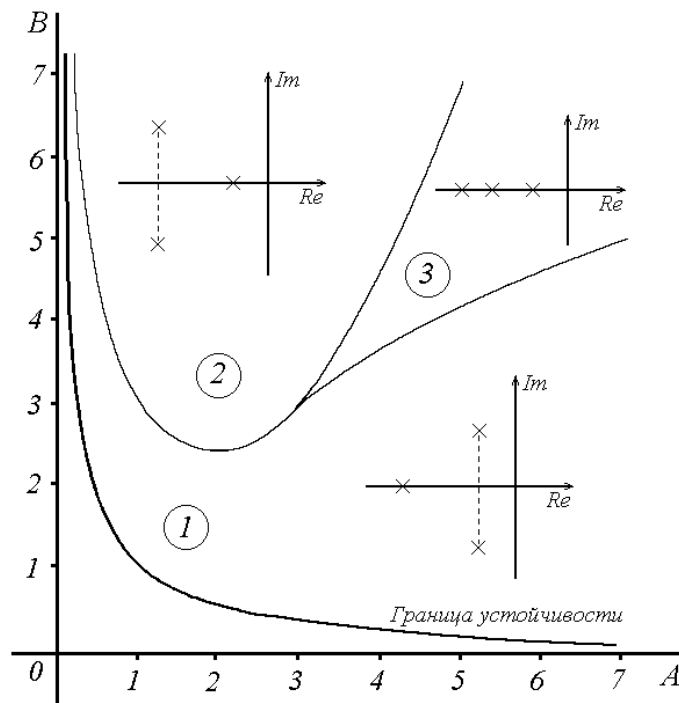

Рис. 4. Диаграмма Вышнеградского
Разобьем ее на подобласти с различным распределением корней характеристического уравнения (13), а значит и видом переходных процессов (рис. 4).